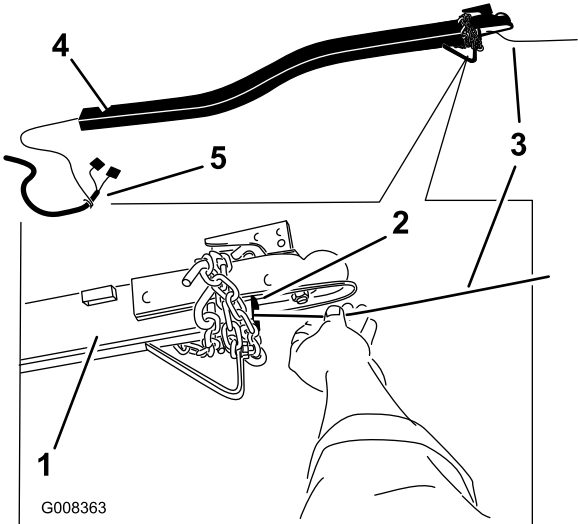

Figura 2
2. Pase el alambre por la barra de tracción dejando un trozo de alambre visible en ambos extremos (Figura 2).